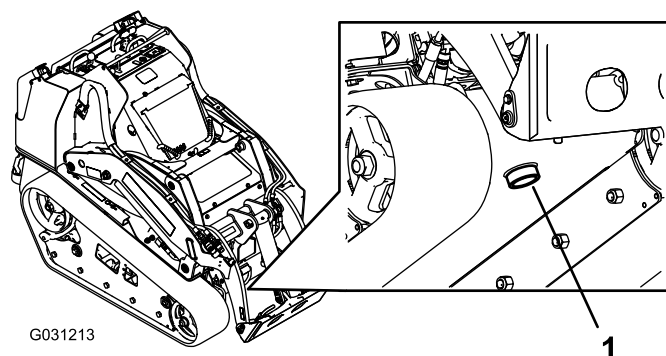

Figura 58
5. Collocate una bacinella di spurgo grande (capacità 57 litri) sotto il tappo di spurgo, nella parte anteriore del trattore (Figura 58).
6. Togliete il tappo di spurgo e lasciate defluire l'olio nella bacinella (Figura 58).